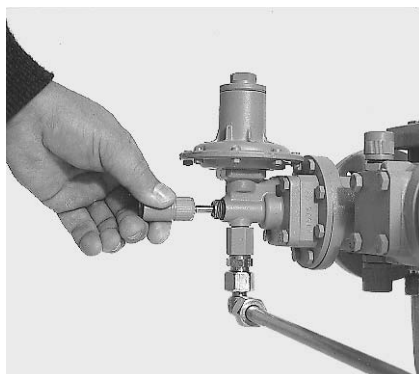

Рис. 5
- Открутить колпачок, вытянуть стержень клапана до его защелкивания (рис. 5, возможно лишь в случае, когда выходное давление меньше давления срабатывания ПЗК).